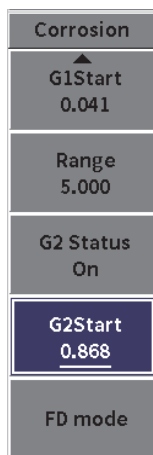

图 11-45 腐蚀左侧菜单（闸门2起始）
1. 在腐蚀左侧菜单中，加亮显示**G2 Start**（闸门2起始）（参见第216页的图 11-45）。